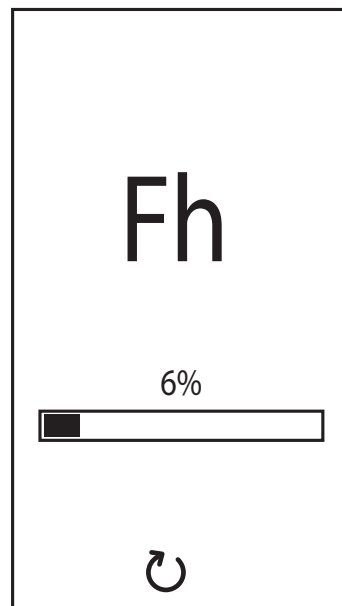

图9 - 风扇关闭时排气
- 在接下来的280秒里，排气循环继续，风扇关闭 (图9)。